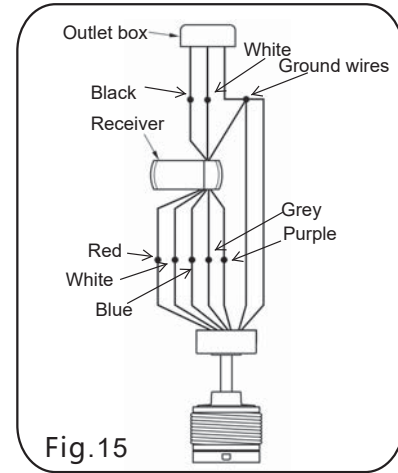

Fig.15
Paso 2. Conexiones eléctricas del motor al receptor: Conecte el cable blanco del ventilador al cable blanco del receptor. Conecte el cable rojo del ventilador al cable rojo del receptor. Conecte el cable azul del ventilador al cable azul del receptor. Conecte el cable gris del ventilador al cable gris del receptor. Conecte el cable púrpura del ventilador al cable púrpura del receptor. (Fig.15)
Paso 3: si su caja de enchufe tiene un cable de tierra (cable de cobre verde o desnudo), conecte Cables eléctricos conectados a la bola de la horca, el soporte de la horca y el suelo del receptor. Si tu salida La Caja no tiene cable de tierra y luego conecta la bola de la horca y el soporte de la horca. Y la bola del receptor y el cable de tierra del soporte del receptor están juntos. Conexión de cable fijo Se proporcionan tuercas de alambre de plástico. (Fig.15)
Paso 4. Haga las conexiones de la caja de distribución a el receptor de la manera siguiente; Alambre negro (corriente) de la caja de distribución al alambre negro marcado "AC in L" del receptor. Alambre blanco (neutral) al alambre blanco marcado "AC in N" del receptor. Use los conectores de plástico proveidos para asegurar cada conexión, asegure los conectores de plástico con cinta aislante. Después de terminar las conexiones del alambreado, revise que no haya hebras de alambre sueltas. Como una precaución mas, sugerimos que asegure los conectores de plástico a los alambres usando cinta aislante eléctrica. (Fig.15)